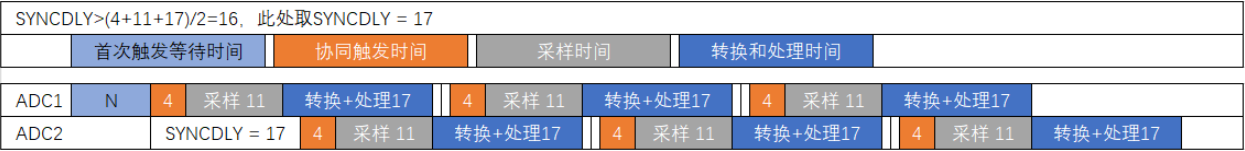

图 3-15 循环延迟触发模式采样示意图
3. 由 17.3.8 节和 17.4.16 节相关要求，**SYNCDLY** 可设置为 17，示意图如图 3-15。